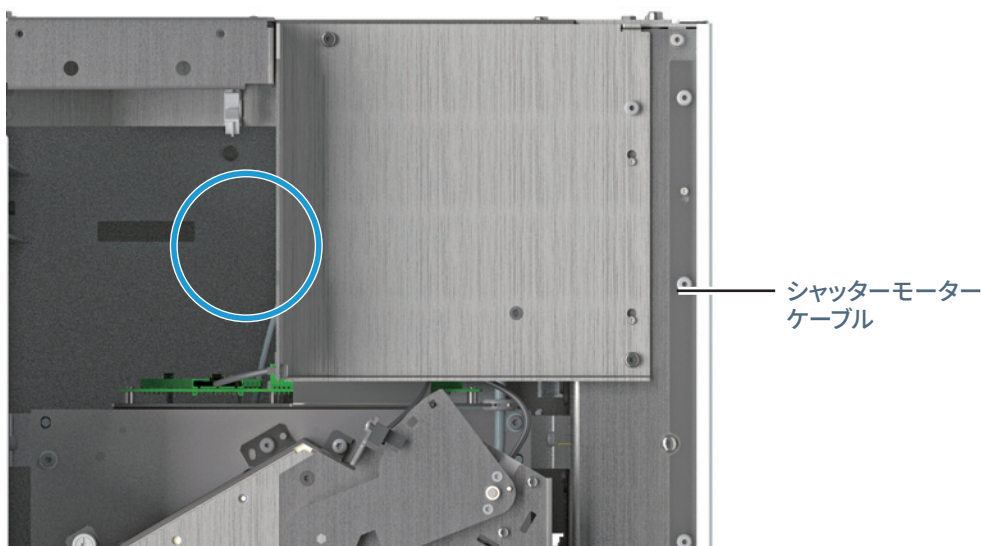

図 11. コネクタボードからシャッターモーターケーブルを外す
- コネクタボードからシャッターモーターケーブルを外します。(図 11)。